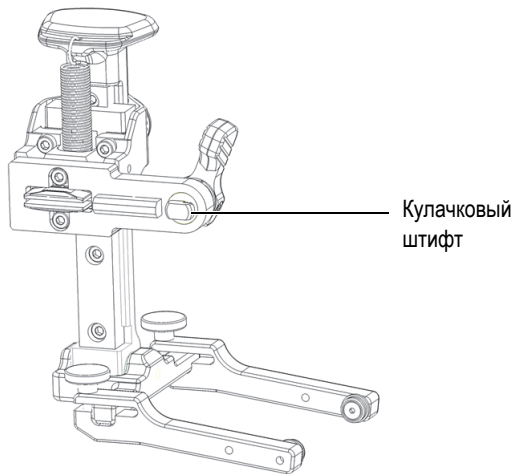

Рис. 2-5 Горизонтально выровненные плоские кромки
1. Используя установочный рычаг, поверните кулачковый штифт так, чтобы плоские кромки расположились горизонтально (Рис. 2-5 на стр 43).